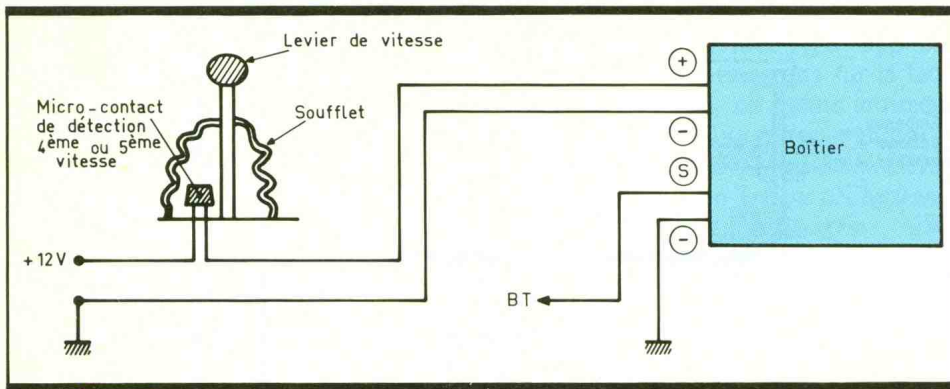

Fig. 10 Schéma général d'installation.
d) Montage et tarage (fig. 10)